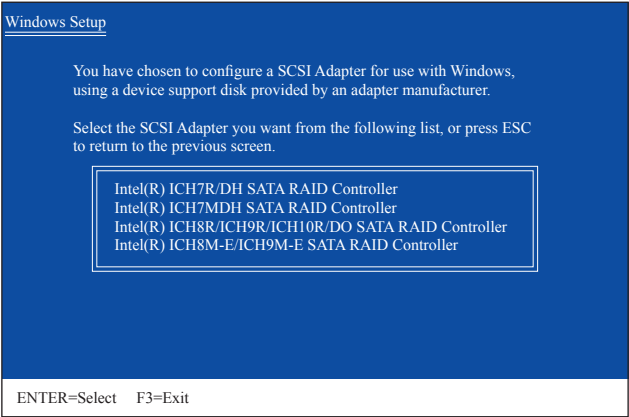

图2
放入存有SATA RAID/AHCI驱动程序的磁盘并按下<S>键。当如图2所示的画面出现时，请选择“Intel(R) ICH8R/ICH9R/ICH10R/DO SATA RAID Controller”，然后按<Enter>键，系统会从磁盘中下载SATA驱动程序。